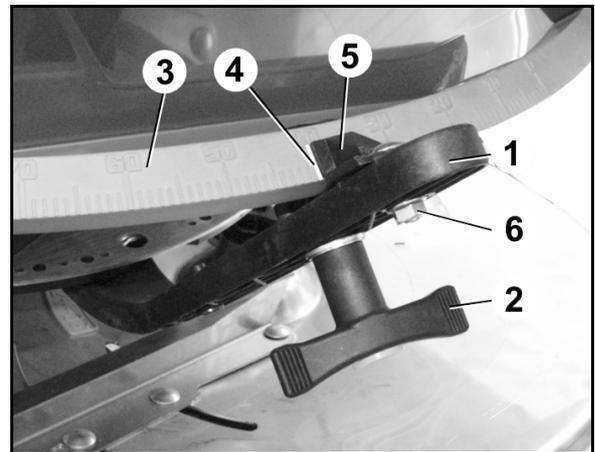

Fig. 80
2. Abrir a corredeira de dosagem através da alavanca de ajuste (Fig. 80/1).
4. Virar a alavanca de ajuste na escala (Fig. 80/3) até ao encosto na cavilha.
5. Fixar a alavanca de ajuste com o punho rotativo (Fig. 80/2).
6. Soltar o parafuso sextavado (Fig. 80/6). Orientar o ponteiro (Fig. 80/5) para o valor de escala "8" e fixar com o parafuso sextavado. O bordo de leitura do ponteiro é (Fig. 80/4).